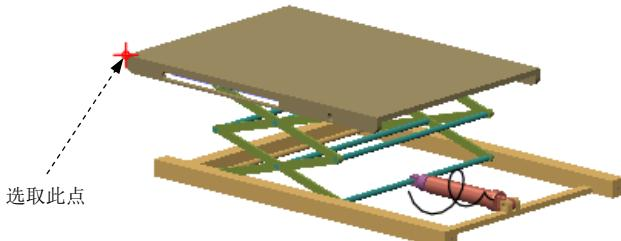

图 6.3.2 选取参考点
- ① 输入测量名称，或采用默认名。
- ② 选择测量类型。在 **类型** 下拉列表中选择 **速度** 选项。
- ③ 选取参考点。选取图 6.3.2 所示的点为测量参考点。